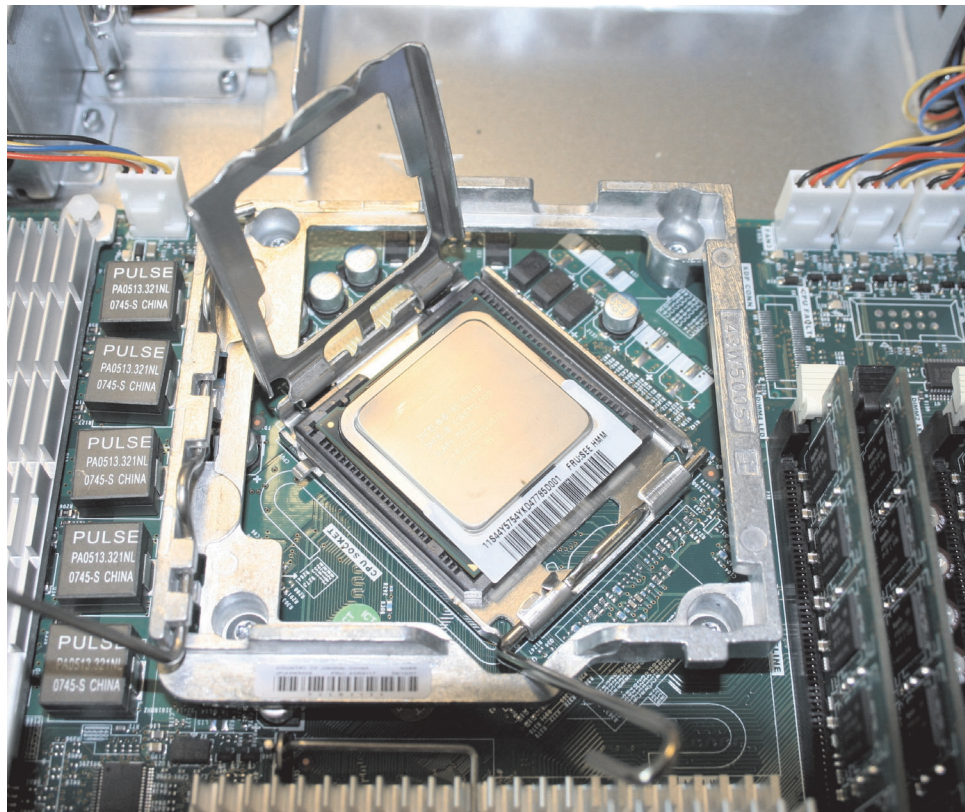

図 282. SAN ボリューム・コントローラー 2145-8A4 マイクロプロセッサ・ブラケット・フレームが完全に開いた状態
2. マイクロプロセッサ保持モジュールを、図 282 に示した向きに合わせて置きます。